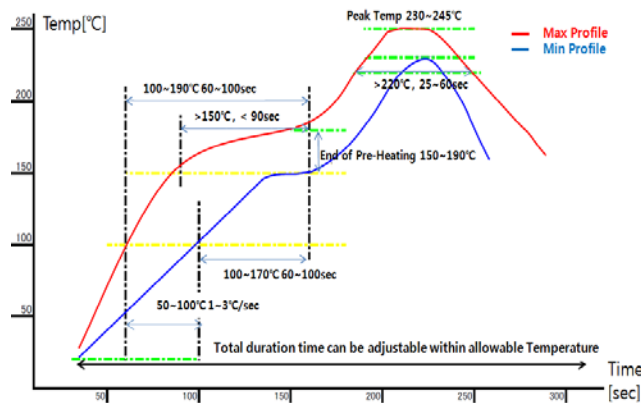

图 3. 推荐回流焊曲线
加热需将焊膏融化到焊盘周围同时不过度加热和破坏电子元件。加热可通过将元件在红外热辐射下穿过回流焊炉或使用热风笔焊接各个焊点实现。回流焊是一种通过加热将表面贴装元件固定至电路板的最常见方法。图 3 显示焊膏 HeeSungLFM-48W NH(M) 厂家提供的推荐回流曲线。